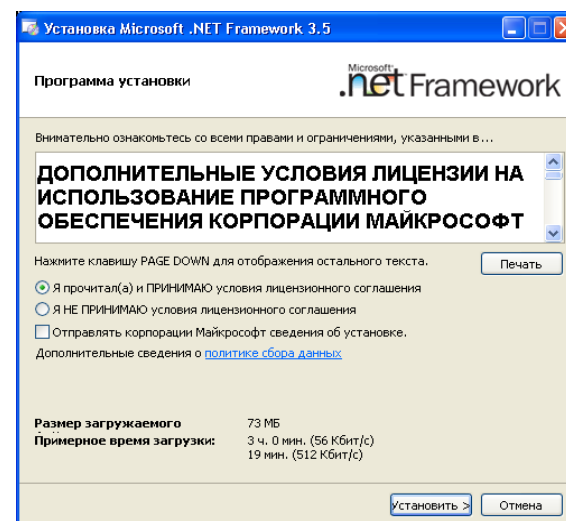

Рисунок 7.3
2) На экране появится окно (рисунок 7.3).